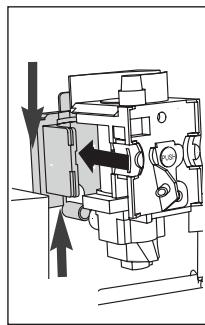

Fig. 42
- Despues de la limpieza, vuelva a colocar la unidad de infusión (A5) deslizándola sobre el soporte interno y el pasador en la parte inferior y, después, pulse el símbolo PUSH (Empujar) por completo hasta que haga clic en su lugar (Fig. 42).